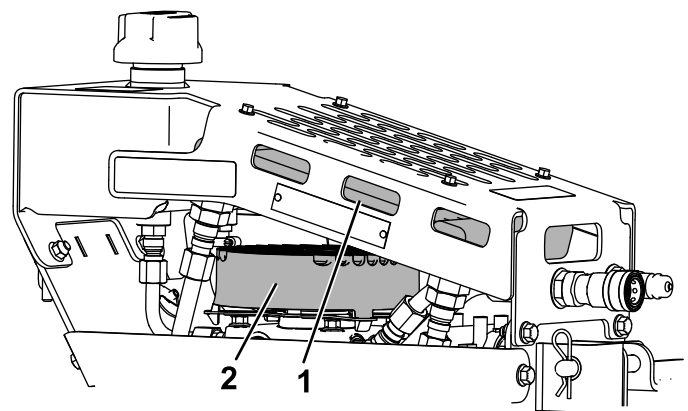

Figure 13
3. Enlevez les débris accumulés sur le refroidisseur hydraulique et le carénage du ventilateur de la pompe (Figure 13).